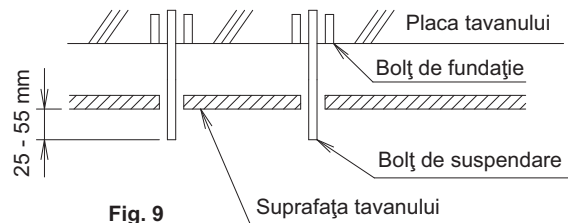

Fig. 9
(6) Instalați șuruburile de susținere.
- Potrivii dinainte distanța față de tavan a șuruburilor de susținere. (Consultați Fig. 9)
- Piesele prezentate în Fig. 9 vor fi toate procurate la fața locului.